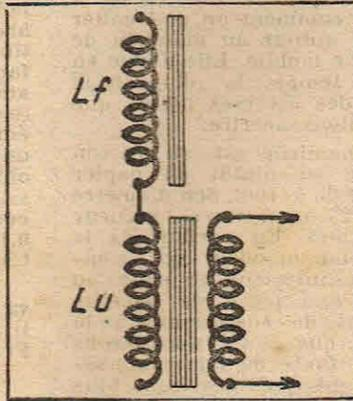

FIG. 6
Le transfo a évidemment des fuites de flux. La self primaire peut donc (fig. 6) être décomposée en self de fuite Lf et self utile Lu. Cette manière de voir le problème est commode, mais, malheureusement, n'est pas admise par tout le monde (1).